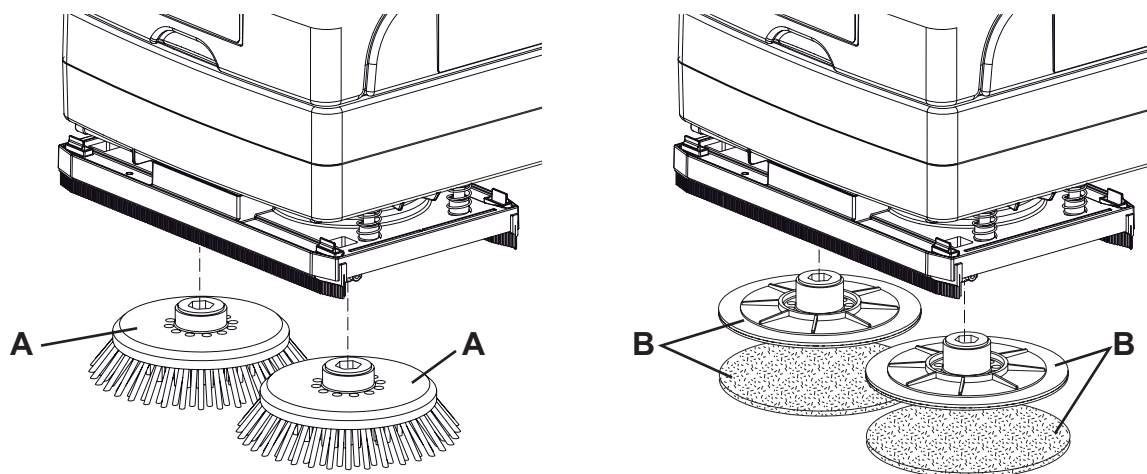

Рис. 1
Машина поставляется с двумя установленными щетками (А, Рис. 1). В зависимости от типа пола, подлежащего чистке, щетки (А) можно заменить держателями прокладок с прокладками (В).
1. Поднимите машину с помощью ручки управления (2).
2. Установите щетки (А, Рис. 1) или держатели прокладок с прокладками (В) в 2 гнезда на платформе (9).
3. Опустите машину с помощью ручки управления (2).